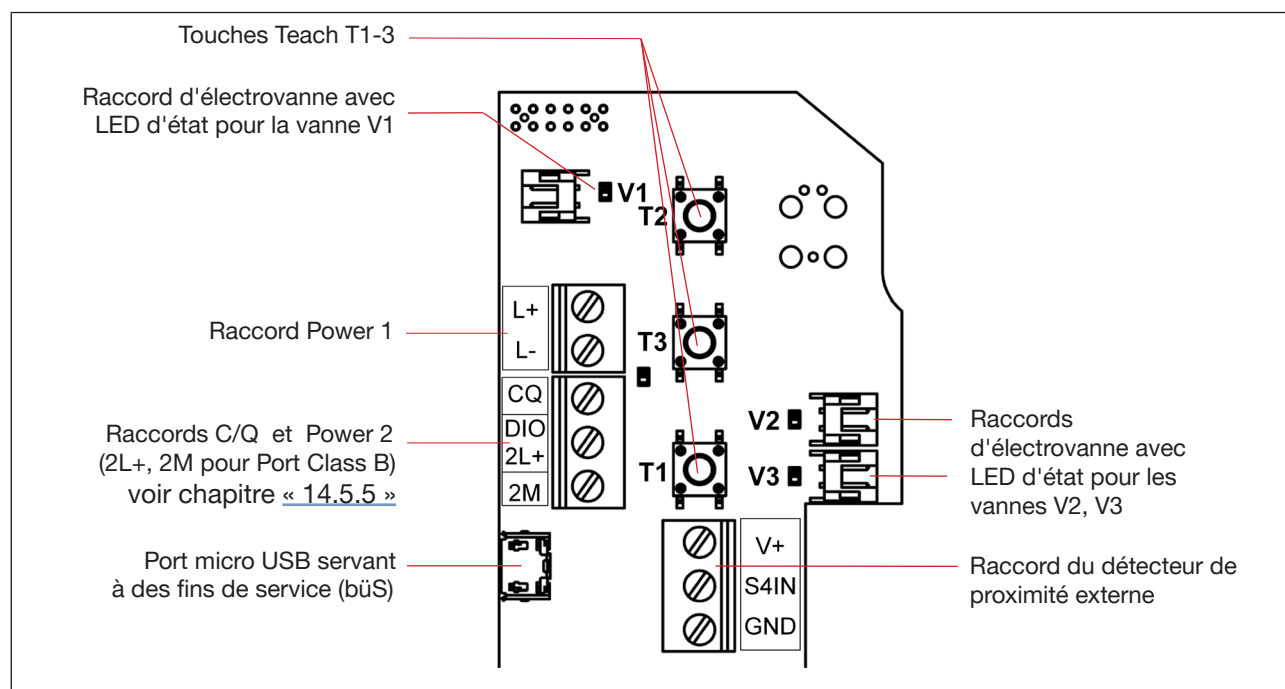

Fig. 36: Module électronique IO-Link (dans l'exemple : Port Class B)
- Ouvrir le boîtier (voir chapitre « 8. Ouverture et fermeture du boîtier » à la page 37) de sorte que le module électronique soit visible – voir ci-dessous (« Fig. 36 »).
Les mises à jour du firmware peuvent être effectuées uniquement via l'entrée maintenance bÜS (micro USB) sur le module électronique (voir « Fig. 36 » ou chap. « 14.5.4 »). À cet effet, une **clé bÜS** ainsi que le **Bürkert Communicator** sont nécessaires. Le Bürkert Communicator (type 8920) est également disponible au téléchargement sur le site web de Bürkert.